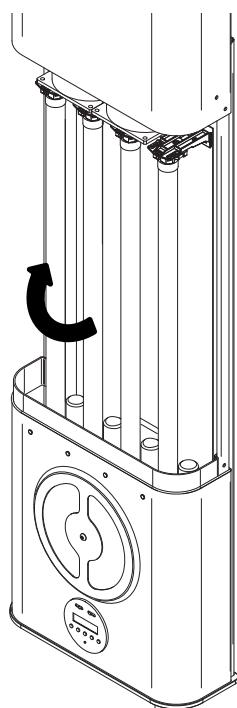

Abb.12
5. Jetzt kann man die Lampen austauschen; um fortzufahren die Lampe vorsichtig ergreifen und **um 90°, drehen, bis man einen "Doppel-KLICK" wahrnimmt;** an dieser Stelle kann man die Lampe abziehen. Den Vorgang für alle 4 Lampen wiederholen. Abb. 12)